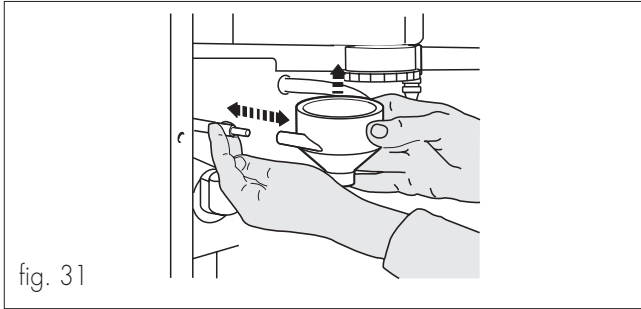

fig. 31
- Togliere l'imbuto per polveri unitamente al coperchio per imbuto, facendo attenzione a non danneggiare le guarnizioni poste alle estremità. Separarli dalla parte sottostante sfilando anche l'ugello con tubo in silicone (fig. 31).